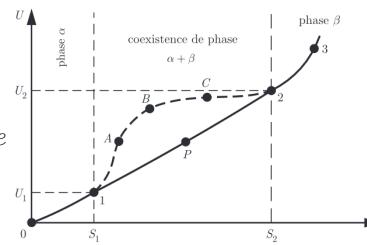

Figure 9: Schéma de coexistence locale de phase
Il peut aussi y avoir une coexistence de phase si la courbure de l'entropie par rapport à l'énergie interne est nulle comme illustré dans la figure 9, ce qui peut être décrit par l'équation (75):